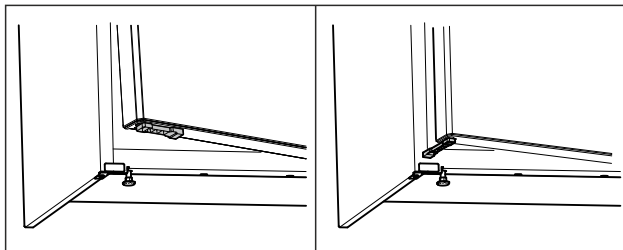

Fig. 56 *
- ▶ Завъртете ограничителя за отваряне на вратата на 90°. (виж Fig. 56) *